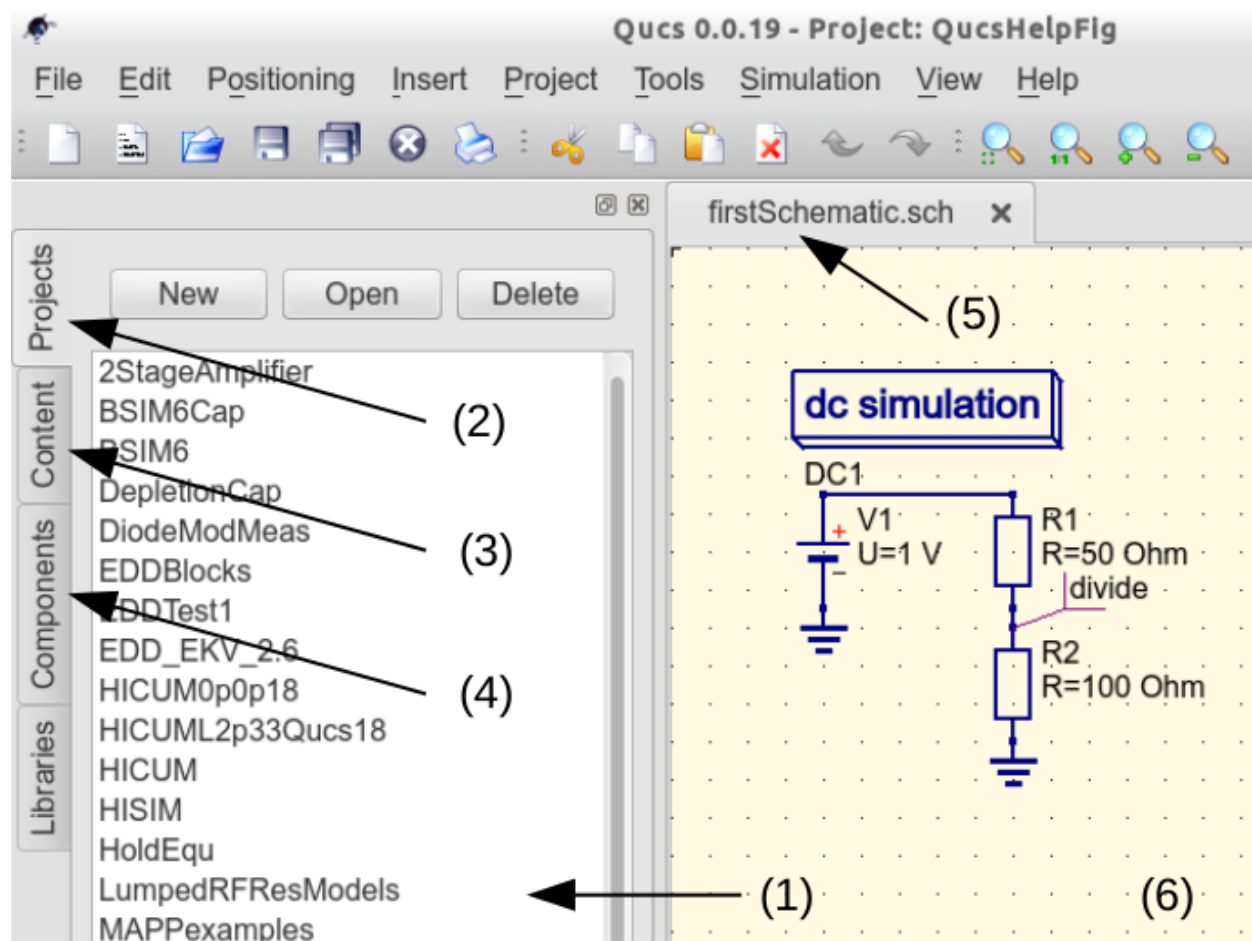
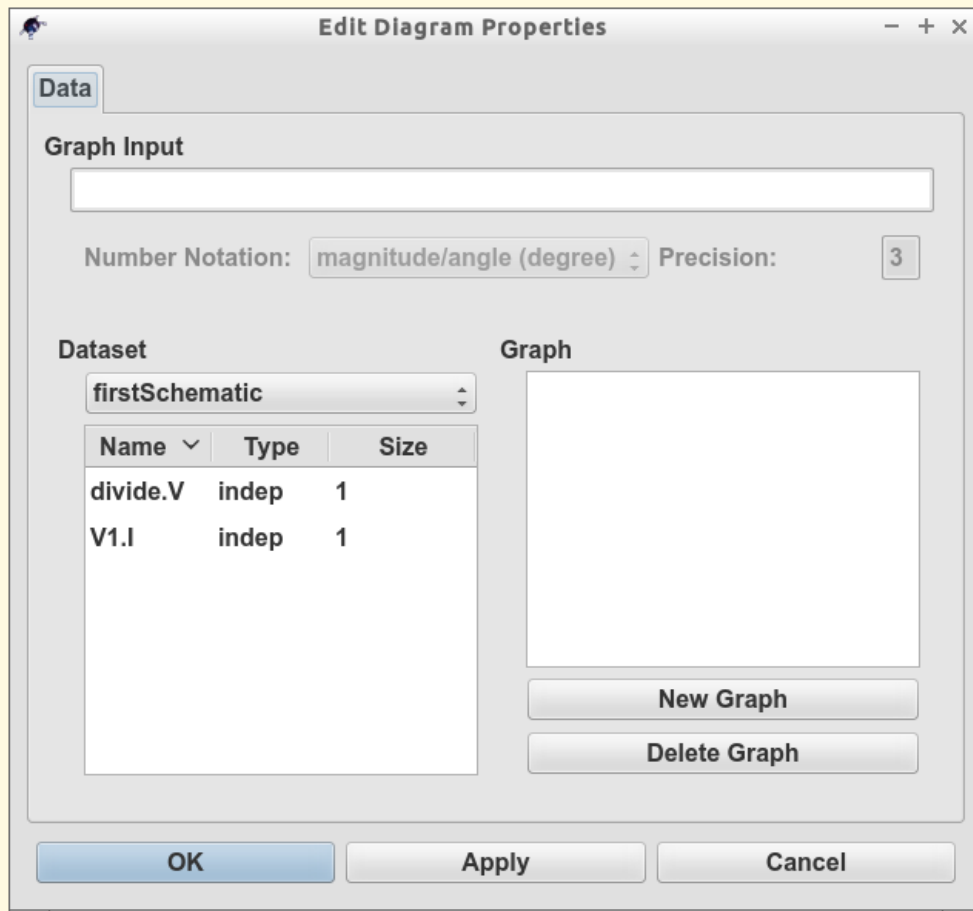

Figura 3 - janela principal Qucs com áreas de trabalho rotuladas
Figura 4 - Qucs dados exibir mostrando janela um caixa de diálogo **Tabular**
No lançamento Qucs uma área de trabalho rotulados (6) aparece no centro do GUI. Esta janela é usada para exibir esquemas, numérico e algébrico modelo e projeto de circuito, dados, dados de saída numérica e formas de onda do sinal e numeral visualizado como gráficos, veja a Figura 3. Clicar, com o botão do mouse esquerda em qualquer uma das abas (5) permite aos usuários alternar rapidamente entre os documentos abertos no momento. O lado esquerdo da janela principal do Qucs é uma terceira área rotulada (1) cujo conteúdo depende do estatuto de **Projetos** (2), **Conteúdo** (3), **Componentes** \* \* (4) ou **Bibliotecas**. Depois de executar Qucs, a guia **Projectos** é ativada. Note no entanto, quando Qucs é iniciado pela primeira vez a lista de **Projetos** está vazia.
Para inserir um novo projeto clique esquerdo sobre o botão **Novo** localizado no lado direito acima da janela (1). Esta ação faz uma caixa de diálogo abrir. Digite o nome de um projeto de Qucs na caixa fornecida, por exemplo, digite *QucsHelpFig* e clique sobre o botão **Ok**. Qucs, em seguida, cria um diretório de projeto no diretório “~/qucs”. No exemplo mostrado na Figura 3, isso é chamado **QucsHelpFig\_prj**. Todos os arquivos pertencentes a este novo projeto é salvo dentro do **QucsHelpFig\_prj** diretório. Na criação de um novo projeto é aberto imediatamente e nome é exibido na barra de título janela Qucs. No grupo de abas a esquerda é então ativado **Conteúdo** e o conteúdo do projeto aberto atualmente é exibido. Para salvar um documento aberto, clique sobre o botão **Salvar** (ou use o menu principal: **Arquivo** → **Salvar**). Esta etapa inicia uma sequência que salva o documento exibido na área (6). Para completar a sequência de salvar o programa irá solicitar o nome do seu novo documento. Digite \* firstSchematic , ou outros nome apropriado e clique no botão **Ok** para completar a sequência de salvar.
Como um primeiro exemplo para ajudá-lo a começar com Qucs digite e execute o circuito DC simples mostrado na Figura 3. O circuito ilustrado é uma rede de divisor de tensão de dois resistor conectada a uma fonte de tensão DC valor fixo. Comece clicando sobre a aba **Componentes**. Esta ação faz com que uma caixa de combinação seja exibida, da qual um grupo de componentes pode ser escolhidos e os necessários componentes selecionados. Escolha o grupo de componentes **Lumped componentes** e clique no primeiro símbolo: **Resistor**. Em seguida, mova o cursor do mouse para área (6). Pressionar o botão direito do mouse gira o símbolo do **Resistor**. Da mesma forma, pressionar o botão esquerdo do mouse coloca o componente no esquemático no local em que o cursor do mouse está apontando. Repita este processo para todos os componentes mostrados na Figura 3. A fonte de tensão DC independente situa-se no grupo **Fontes**. O símbolo de terra pode ser encontrado no grupo **Lumped componentes** ou selecionado na barra de ferramentas Qucs. O ícone solicitando simulação DC está listado no grupo **Simulações**. Para editar os parâmetros do segundo resistor, clique duas vezes nele. Um diálogo aberto que permite que o valor do resistor a ser alterado; Digite *100 Ohm* no campo editar no lado direito e pressione enter.
Para conectar os componentes do circuito mostrados na Figura 3, clique no botão de barra de ferramentas de fio (ou use o menu principal: **Inserir** → **Fio**). Mova o cursor para uma porta aberta de componente (indicada por um pequeno círculo vermelho na extremidade de um fio azul). Clicando nele começa o sequência do desenho do fio. Agora, mova o cursor de desenho para o ponto de extremidade de um fio (normalmente este é um círculo vermelho segundo anexado a um componente colocado) e clique novamente. Dois componentes estão agora ligados. Repita a sequência de desenho quantas vezes forem necessárias para conectar o circuito de exemplo. Se você quiser mudar a direção do canto de um fio, clique no botão direito do mouse antes de se mudar para um ponto de extremidade. Você também pode finalizar um fio sem clicar em uma porta aberta ou em um fio, basta clicar duas vezes no botão esquerdo do mouse.
Como um passo final antes da simulação DC rotular o nó, ou nós, os quais a tensão DC é necessária, por exemplo, o fio de ligação entre resistores **R1** e **R2**. Clique no botão de barra de ferramentas de rótulo (ou use o menu: **\*Inserir** → **Wire Label**). Agora clique sobre o fio escolhido. Um diálogo aberto permitindo que um nome de nó a ser inserido. Entre *divisão* e clique o **Ok** botão. Se você tiver desenhado o esquema de teste correctamente introduzido esquema deve a mesma aparência, ou ser semelhante a, mostrado na Figura 3.
Para iniciar a simulação DC clique sobre o botão **Simular** na barra de ferramentas (ou use o menu: *Simulação\** → **Simular**). A janela de simulação abre e uma barra de deslizamento relata o progresso da simulação. Normalmente, tudo isso acontece tão rápido que a janela é vista brevemente na tela de PC (isso depende da velocidade do seu PC). Depois de terminar uma simulação com êxito Qucs abre uma janela de exibição de dados. Isso substitui a janela de entrada esquemática rotulada (6) na Figura 3. A seguir a aba **Componentes** → **diagramas** é aberta. Isso permite que os resultados de simulação ser listado. Clique sobre o item **Tabular\*** e mova-o para a área de visualização, colocando-o clicando no botão esquerdo do mouse. Uma caixa de diálogo permite a seleção dos sinais que deseja listar, veja a Figura 4. O lado esquerdo do diálogo **\*\*Tabular** diálogo (chamado Editar Propriedades do Diagrama) é listado o nome do nó: **divisão.V**. Clique duas vezes nele e ele vai ser transferido para o lado direito do diálogo. Deixe o diálogo clicando o **Ok** botão. Os dados de tensão DC simulação para nó *divisão\** agora devem ser listadas em uma caixa na janela de exibição de dados, com um valor de 0,666667 volts.